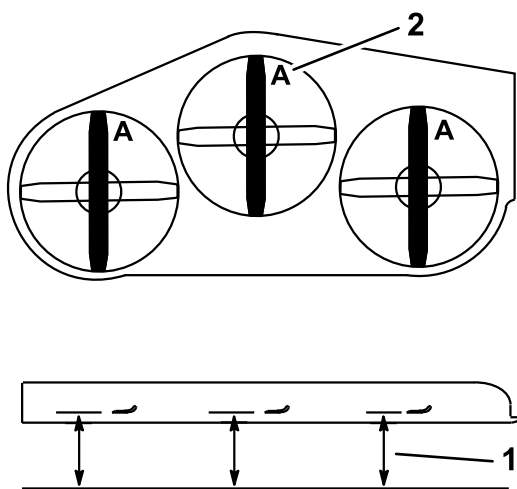

図 75
3. ブレードが前後方向を指すように回転させる(図 75)。Aの位置で(図 75)、平らな床面からブレードの刃先までの高さを測る。測定値を記録する。